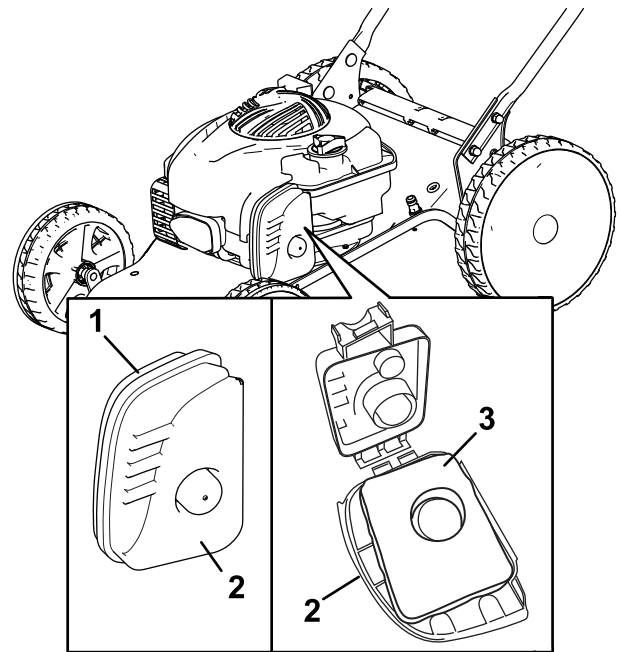

Figure 23
1. Déclipez le haut du couvercle du filtre à air (Figure 23).
2. Déposez le couvercle du filtre à air (Figure 23).